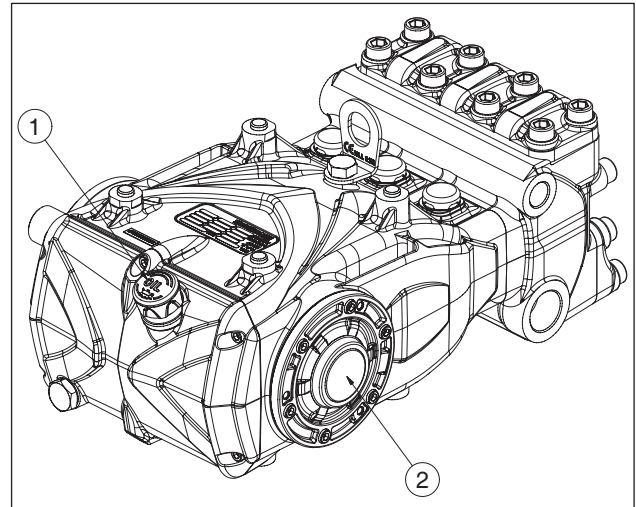

Fig. 13
- O óleo no cárter da bomba é nivelado verificando-o com a respectiva haste (pos. ① Fig. 13) e, em casos excepcionais, com o visor de líquido. (pos. ② Fig. 13).